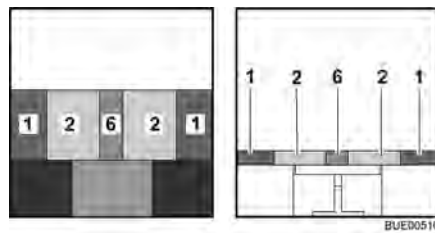

Fig. 82 Dopo la trasformazione
- Posizionare il cuscino aggiuntivo (Fig. 82,6) tra i cuscini del divano.